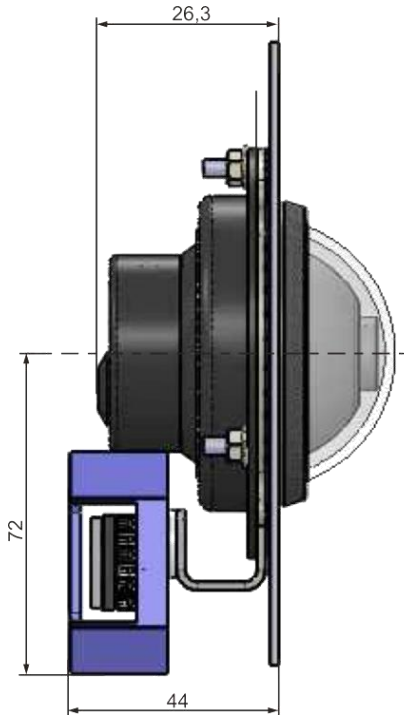

Abb. 4: Beispiel Frontplatte 3 mm, Darstellung ohne Abstandsring
- ▶ Kleben Sie den Videozweidrahtsender FVW2000 auf das Befestigungsblech, siehe Abb. 4 und 6.